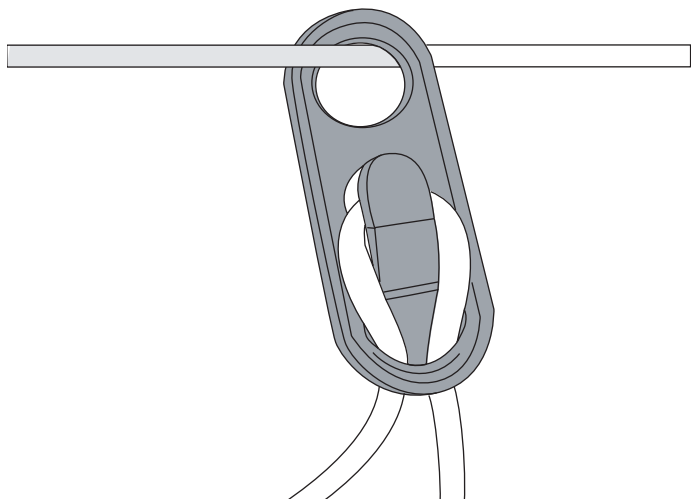

Fig. 4
3. Posicione el lazo sobre el broche que hay en el retenedor del cable y estire hacia abajo hasta que el cable encaje cómodamente en el broche (Fig. 4).